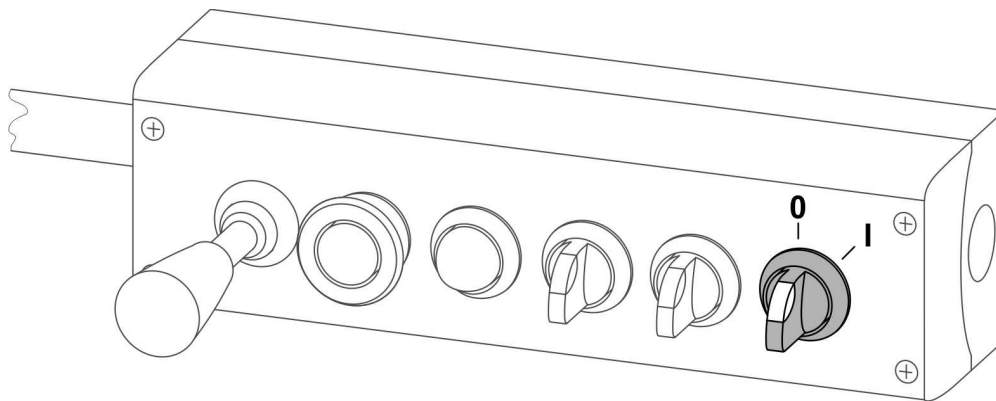

BILD 4.10 Hauptschalter der Schalttafel und der Umrissleuchten
(0) - Bedienpult deaktiviert; (I) - Bedienpult und Umrissleuchten eingeschaltet
Der Bedienpult ist durch den Hauptschalter (BILD 4.10 gegen versehentliche Benutzung geschützt. Wenn der Schalter im Uhrzeigersinn auf Position (I) gedreht wird, wird die Schalttafel und die Umrissleuchten eingeschaltet. In Stellung (I) "on" ist der Hauptschalter hinterleuchtet. Der Hauptschalter muss beim Arbeiten mit dem Pflug und während der Transportfahrt eingeschaltet sein.